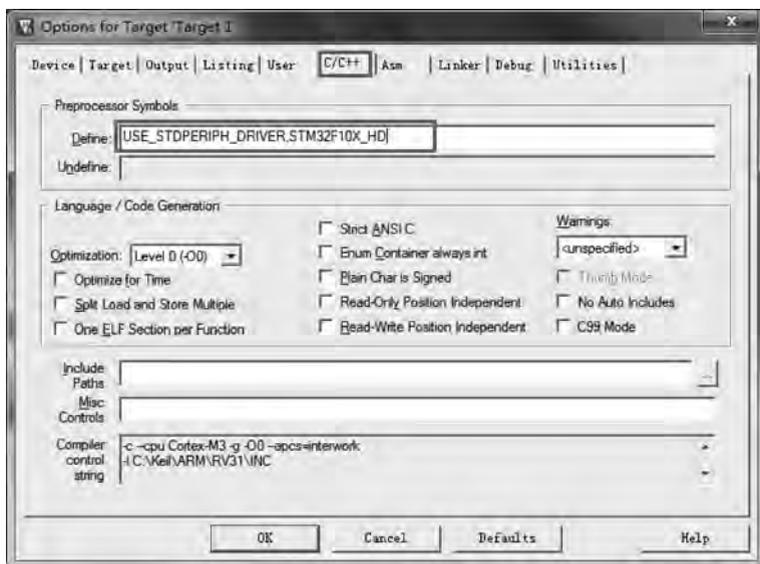
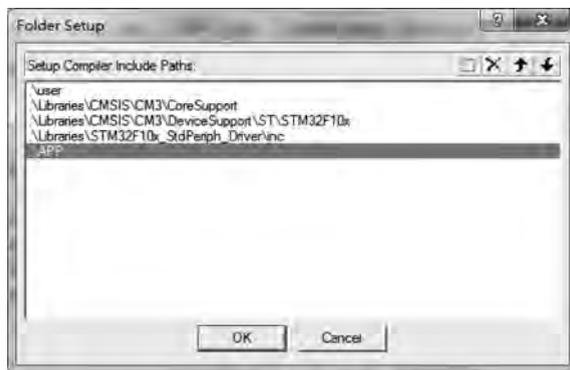

图 3-29 添加两个重要预编译命令
图 3-30 包含路径添加结果
(4) 在 C/C++ 选项卡中,在 Define 区域添加两个重要的预编译命令: USE_STDPERIPH_DRIVER, STM32F10X_HD, 这两个预编译命令存放在素材文件夹中的“两个重要的预编译指令.txt”文件中,操作界面如图 3-29 所示。
(5) 在如图 3-29 所示的 C/C++ 选项卡中,单击 Include Path 后面的  按钮,打开包含文件夹路径设置对话框。将工程中可能需要用到的头文件所在路径全部包含进来,操作结果如图 3-30 所示。